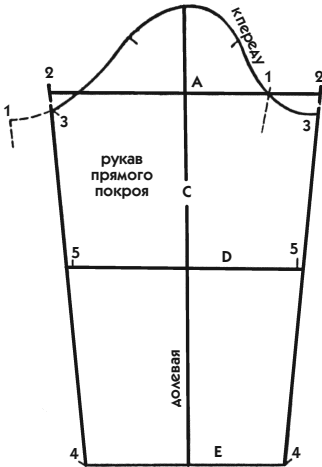
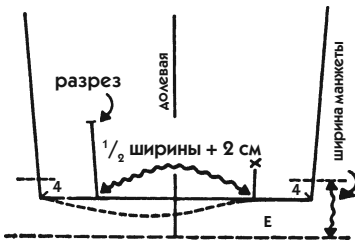
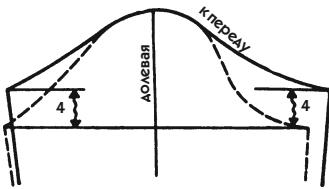

Рис. 365
Рис. 366
Рис. 370
- Четко укажите концы оката (засечки 1 на рис. 365). Вытачку и линию локтевого шва чертить не надо.
- Проведите линии А, D и E и продолжите их вправо (рис. 365).
поэтому от линии С в каждую сторону отложите по 17,5 см (засечки 2 на рис. 365).
3. По линии Е, указывающей линию низа рукава, также в обе стороны от линии С отложите ширину запястья (засечки 4 на рис. 365). Обычно эта величина равна обхвату запястья плюс 10 см ( $16 + 10 = 26$  см).
- По обе стороны от линии С укажите минимальную величину прибавки (засечки 5 на рис. 365).
1. Вернитесь к описанию рис. 365 и выполните то, что указано в пунктах 1 и 2. Задание к рис. 366 дано для укороченной длины рукава, но вы его выполните на рукаве полной длины.
3. От общей длины рукава вычтите ширину манжеты и прибавьте величину, предназначенную для напуска (на рис. 366 сплошная горизонтальная линия). В классической модели для напуска достаточно 2 см. Для этого вычтите из общей длины рукава 4 см при ширине манжеты 6 см (на рис. 366 вертикальная двусторонняя стрелка).
- Можно ограничить напуск простой выпуклостью в 1,5 см (на рис. 366 мелкий пунктир). Очевидно, что эта выпуклость будет находиться на линии ширины манжеты.
6. Продолжите чертить линию оката на верхней половинке рукава в соответствии с пояснениями к рис. 365.
- Линия слева (на нее указывает стрелка с надписью «разрез») соответствует положению мизинца и проводится на 8 см вверх параллельно соответствующей линии шва (см. рис. 366).
1. Переснимите базовое лекало рукава платья, которое соответствует выбранной вами модели, обратившись к описанию рис. 365.
На рис. 370 изображен рукав, который выбирается иногда не столько из-за своего внешнего вида, сколько из-за каприза моды. Сначала посмотрим, почему рукав мужской сорочки представляет высоту оката гораздо ниже, чем у других рукавов:
1. Переведите на лист бумаги втачной рукав с рис. 366 (пунктирная линия на рис. 370). Не проводите линию А (задание выполнять не требуется).
нию, затем параллельно этой линии на расстоянии 4 см вверх еще одну пунктирную линию (см. рис. 370).
3. От верхнего конца долевой линии проведите новую линию оката до пунктирной линии, как показано на рис. 370.